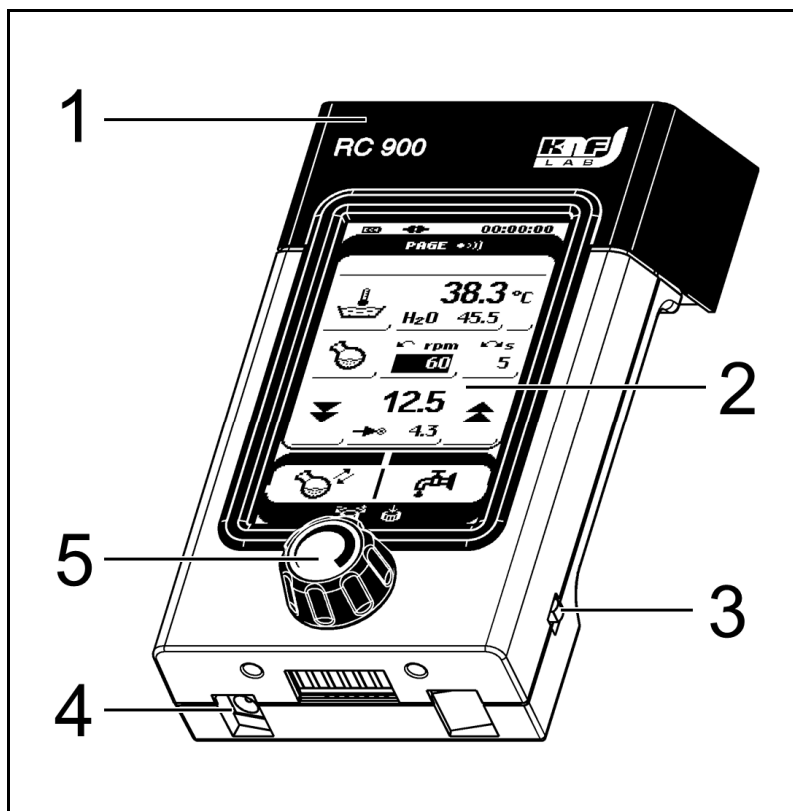

Fig. 10: Controllore remoto
- un pulsante (Fig. 10/5) e
- un touch screen (Fig. 10/2).
Tirare il controllore remoto dalla maniglia superiore (Fig. 10/1) finché si stacca e rimuoverlo (eventualmente allentare il fissaggio di sicurezza per il trasporto, v. Cap. 6).
Inserire il controllore remoto con il lato inferiore nell'apposito supporto sull'evaporatore rotante (Fig. 1/1, pag. 12); quindi premere a fondo il controllore remoto dalla maniglia superiore (Fig. 10/1) finché si inserisce in posizione con uno scatto.